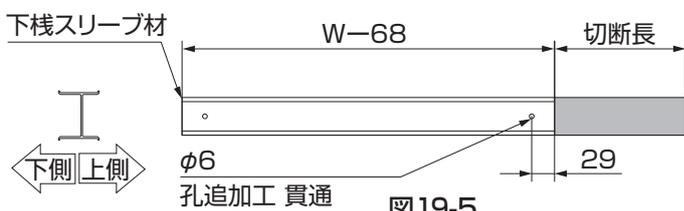

図 19-5
⑤下棧スリーブ材を切断した側から29mmのところからφ6の下孔をあけてください。(図19-5参照)
⑥加工後、再度組立ててください。